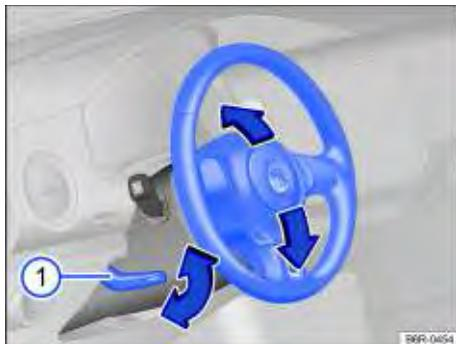

Fig. 35 Ajustar a posição do volante mecanicamente.
- Empurrar a alavanca \Rightarrow Fig. 35 ① para baixo.